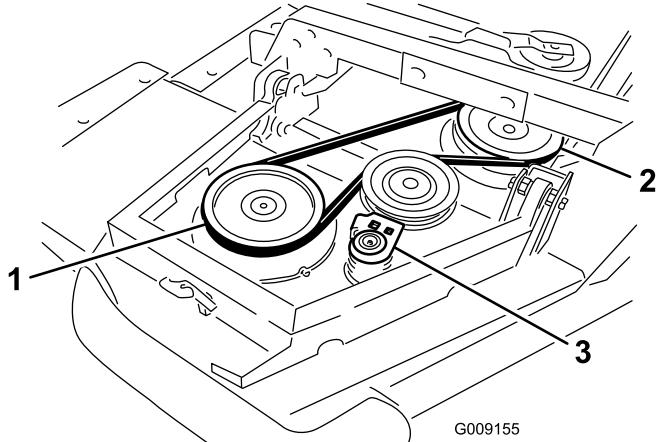

Figure 5
- Commencez par chaussier la courroie autour de la poulie d'axe de l'ailette et de la poulie d'axe du plateau avant (Figure 5).
- À l'aide d'une clé à cliquet ou d'un outil similaire, éloignez la poulie de tension des autres poulies (Figure 5).